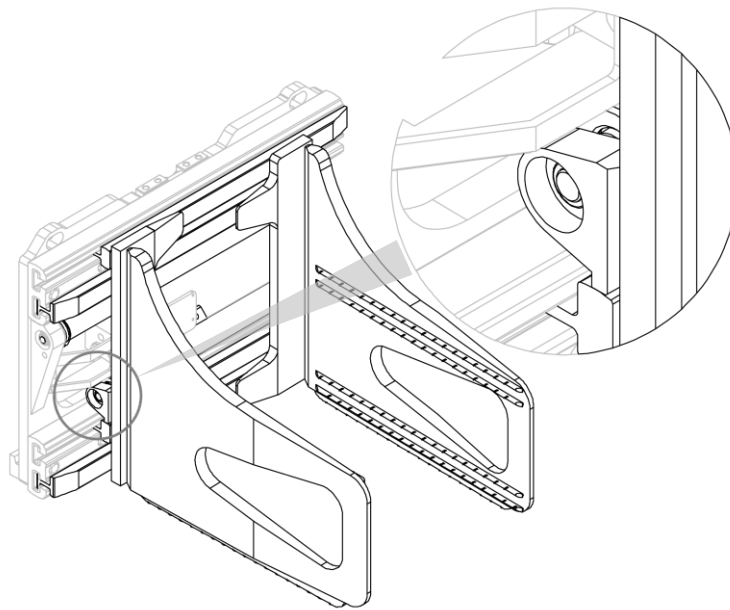
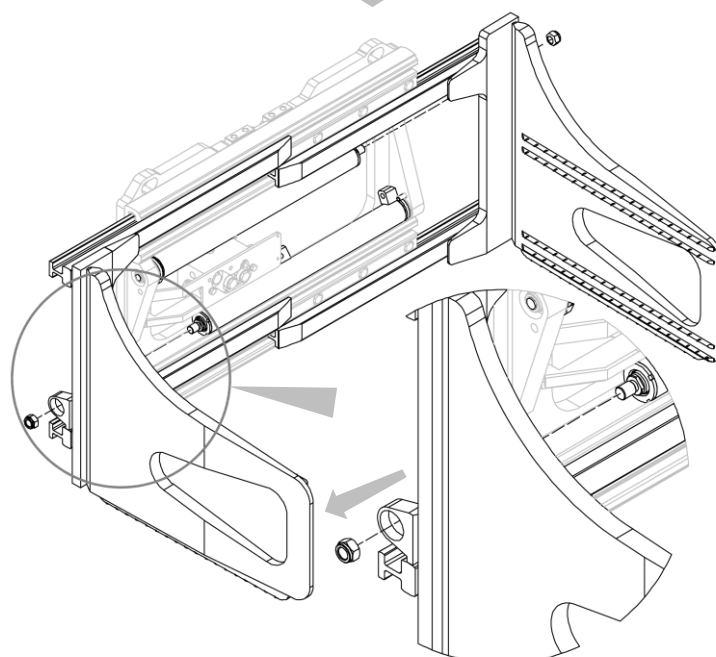

Abbildung 20
Abbildung 21
2. Lösen Sie die Muttern, mit denen die Gabelzinken an den Spannbacken befestigt sind (siehe *Abbildung 20* und *Abbildung 21*).